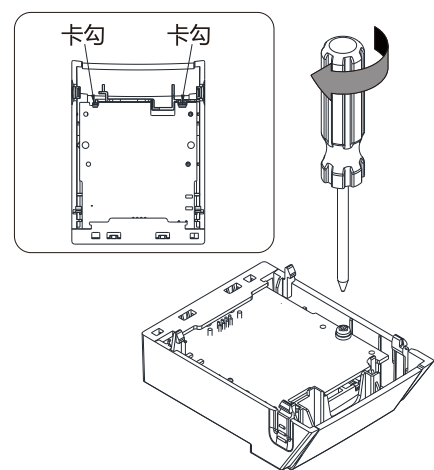

图 8-16
3. 由背面确认两个卡勾已确实卡住配件卡后，锁上螺丝 (螺丝扭力建议值：4~6 kg-cm / (3.5~5.2 lb-in.) / 90.39~0.59 Nm))，如图 8-16 所示。